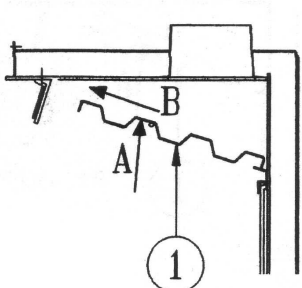

Fig. 20
- Soltar o pino lateral (**Fig. 20**).